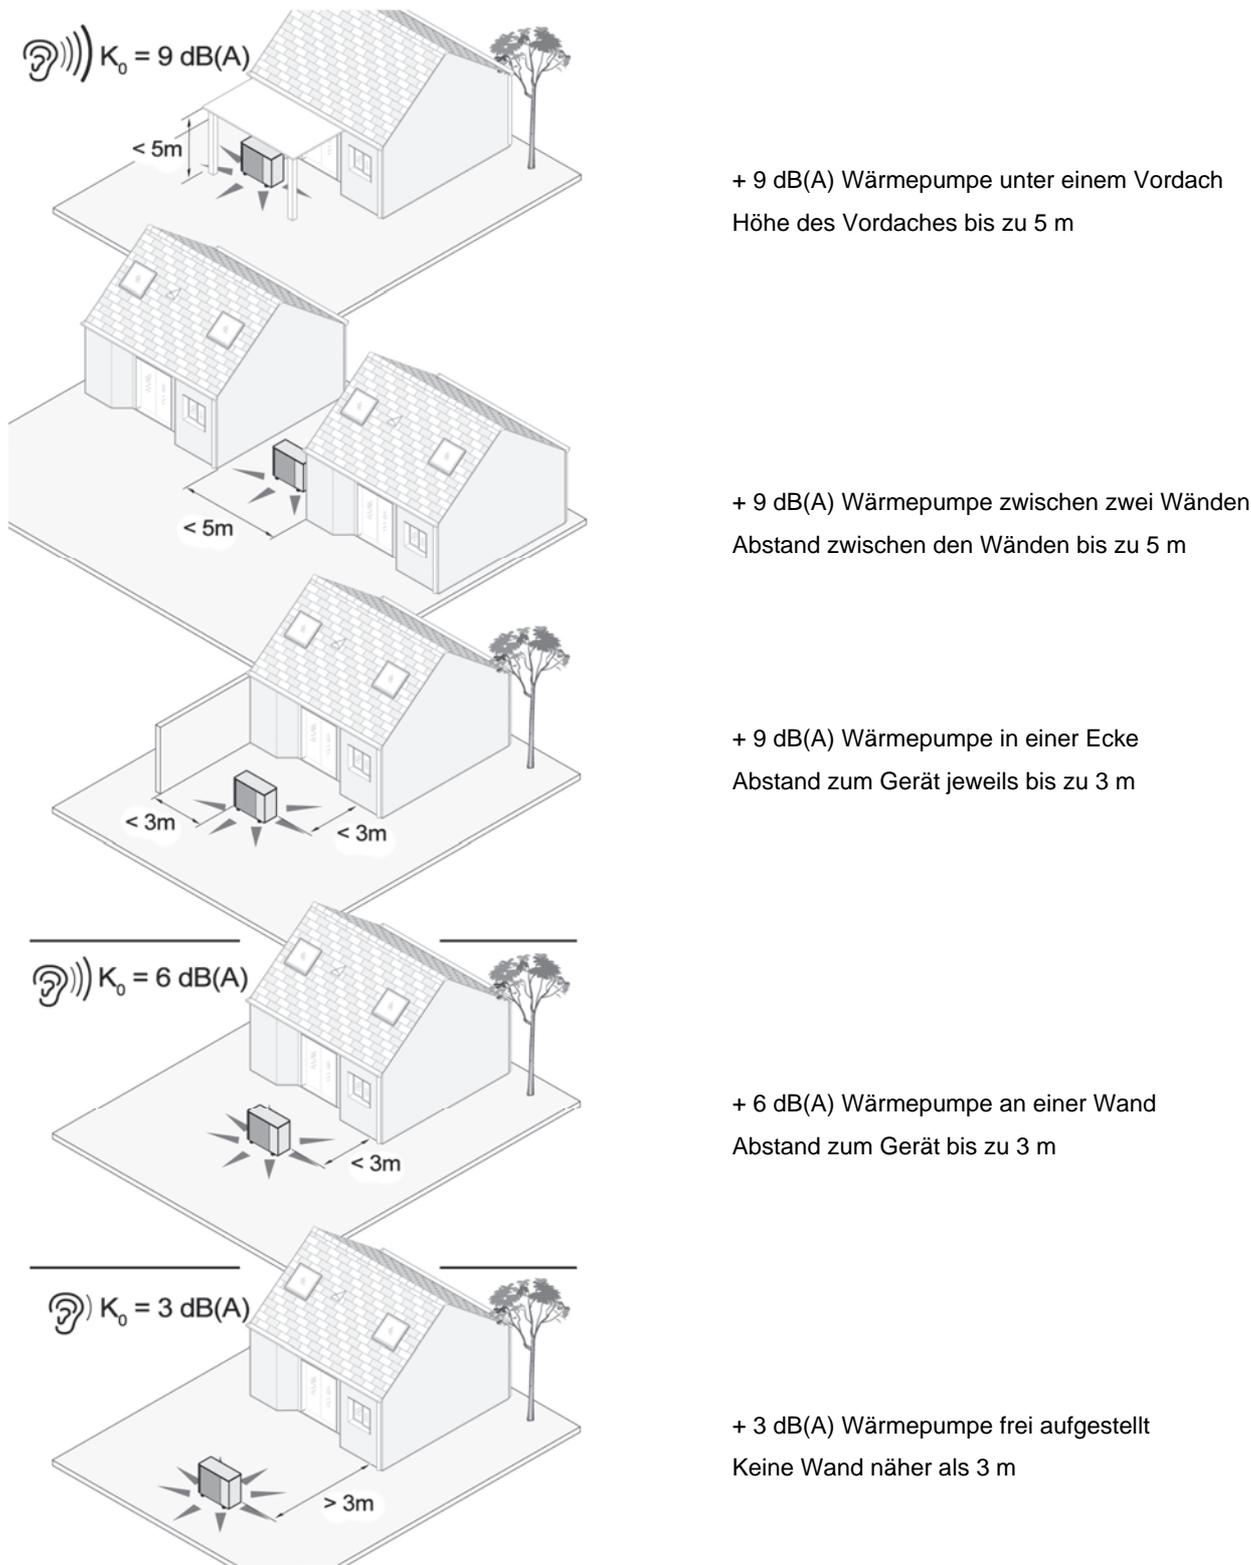

Bild 3-3 Zuschläge für den Schalldruckpegel in Abhängigkeit von der Aufstellungssituation
- $K_0$  Raumwinkelmaß aus der Aufstellungssituation (Erhöhung durch Reflexion um 3 / 6 / 9 dB(A)) nach Bild 3-3
Tab. 3-2 Änderungen des Schalldruckpegels ( $\Delta L$ ) in Abhängigkeit von der Aufstellungssituation nach Bild 3-3 und der Entfernung zum schutzbedürftigen Raum ( $s_m$ ) – Zwischenwerte werden linear interpoliert